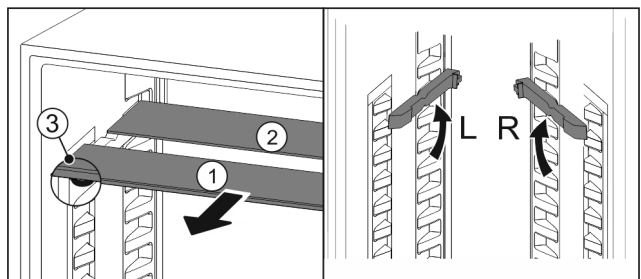

Fig. 17
- ▶ Издърпайте Fig. 17 (1) поотделно стъклените плочи напред.
- ▶ Стъклената плоча Fig. 17 (1) с декоративната лайсна е отпред.
- ▶ Ограничителите Fig. 17 (3) сочат надолу.